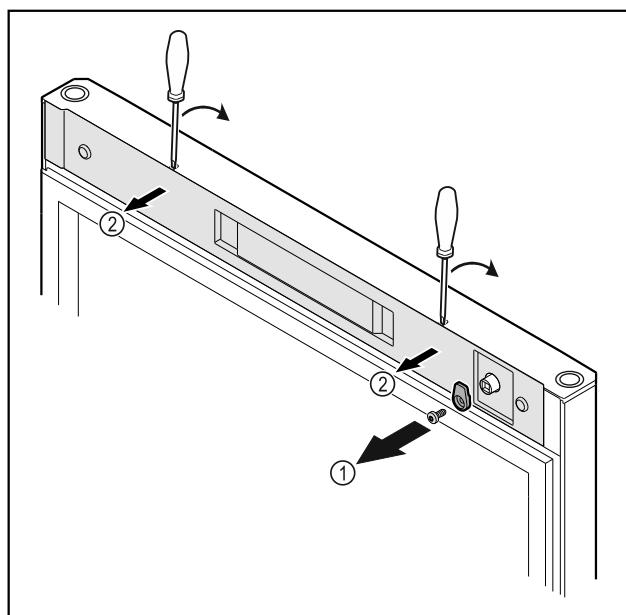

Fig. 53
- ▶ Odskrutkujte zatvárací hák Fig. 53 (1).
- ▶ Odistite kryt Fig. 53 (2) malým skrutkovačom a odoberte ho.